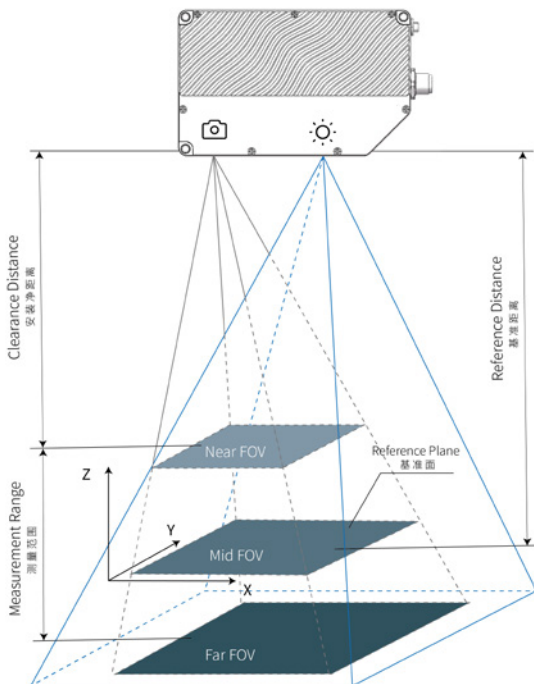

图2.5 被测面与相机0平面放置示意图
- 应最大程度保证物体被测面置于相机0平面附近,如图2.5;